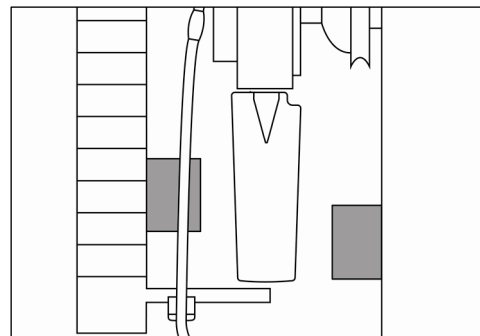

Рис. 35
- 30) Убедиться, что когда лопасти находятся в перекрестном положении, они не сталкиваются с какими-либо предметами перед или за вентилятором (минимальный зазор: 5 мм (0,196 дюйма) / см. Рис. 35).